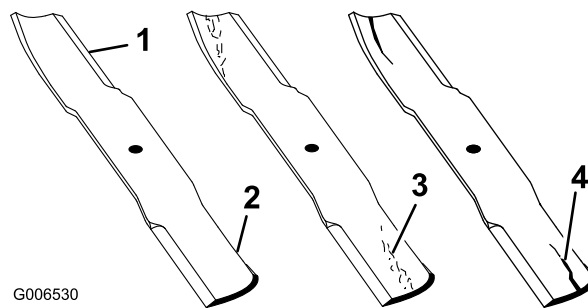

Figura 93
- Inspeccione los filos de corte (Figura 93). Si los bordes no están afilados o tienen muescas, retire las cuchillas y afílelas. Consulte Afilado de las cuchillas.
- Inspeccione las cuchillas, especialmente la parte curva (Figura 93). Si observa daños, desgaste o la formación de una ranura en esta zona (Figura 93), instale inmediatamente una cuchilla nueva.